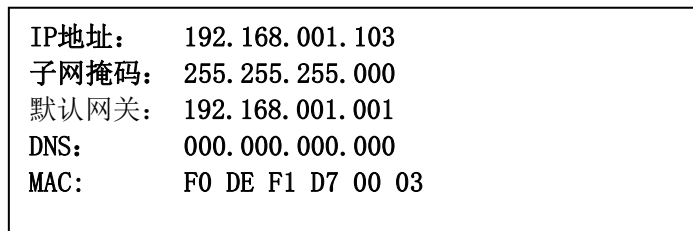

图5-7
- ◆ 按“功能”键进入选项菜单，按【↑】【↓】键进入设置菜单，按‘2’进入用户登录界面，输入二级密码，按“确认”键进入网络设置界面（图5-7）。